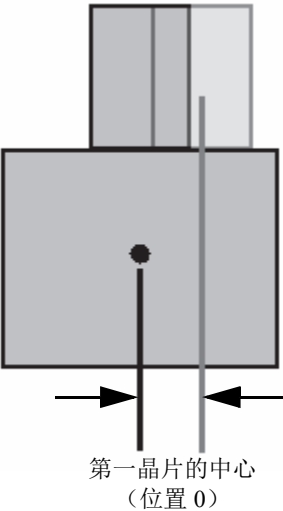

图 4-8 次轴偏移
- e) 选择**次轴偏移**，然后输入 **0**，这表明探头在次轴方向上位于楔块的中心。如果探头没有处于楔块的中心位置，则输入适当的数值（参见第 88 页的图 4-8）。